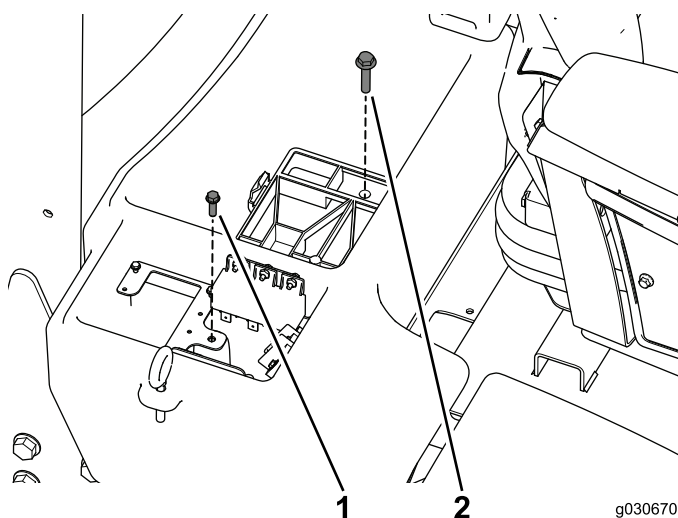

Рисунок 3
4. Выверните и сохраните винт крепления пластины жгута проводки и болт крепления отделения аккумуляторной батареи (**Рисунок 3**).